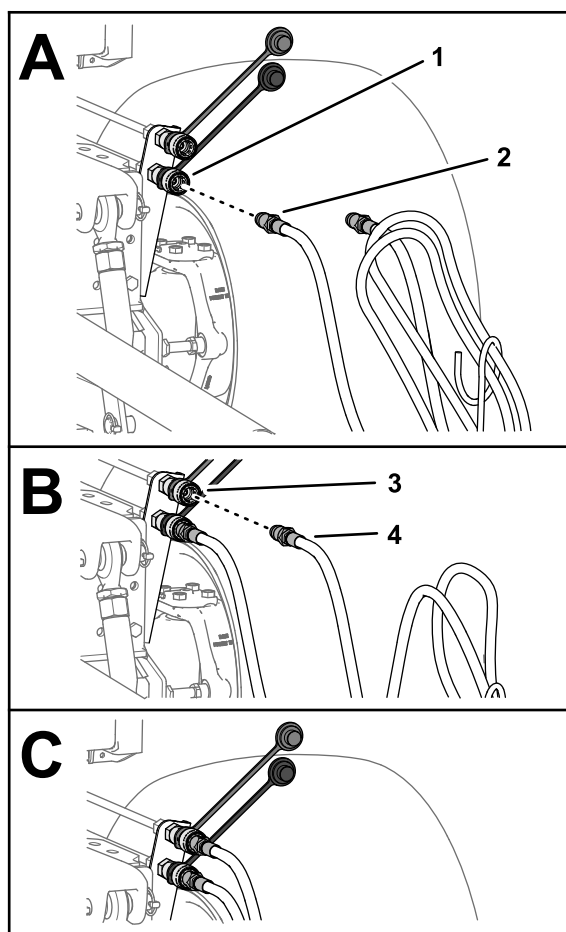

図 29
7. アタッチメントについている伸長用ホースのクイックディスコネクトを本機の伸長用ポートのクイックディスコネクトに接続する 図 29。
8. アタッチメントについている収縮用ホースのクイックディスコネクトを本機の収縮用ポートのクイックディスコネクトに接続する 図 29。